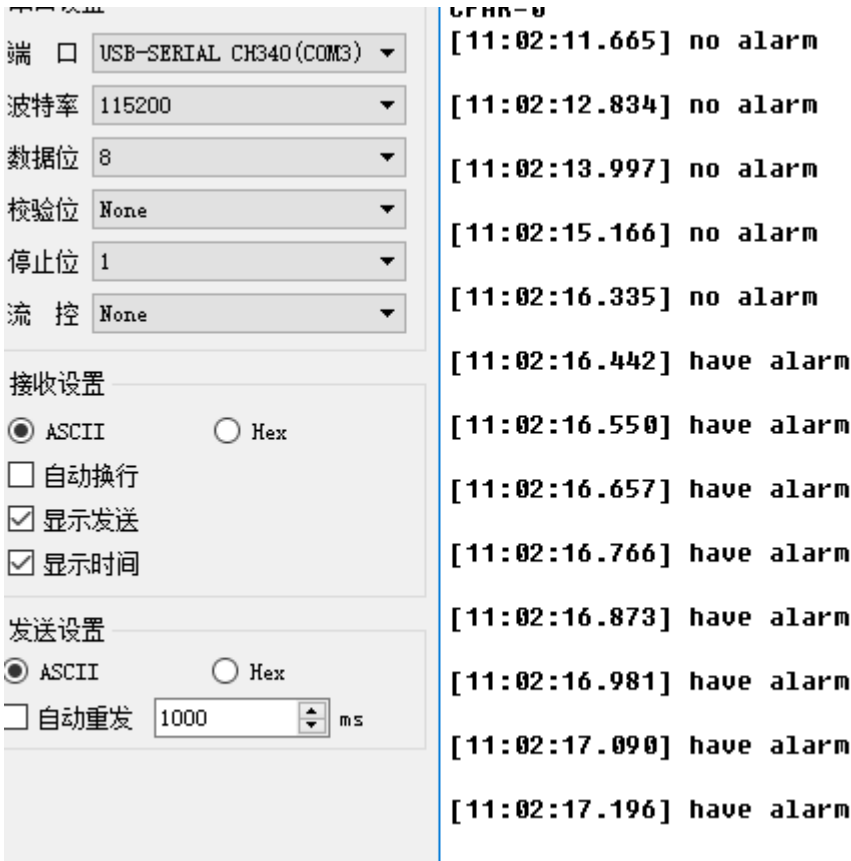

图 4-1 串口调试助手配置
- 3、串口调试助手配置如图 4-1。勾选“ASCII 发送”与“ASCII 显示”，选择波特率为 115200，数据位为 8，停止位为 1，校验位与流控制为“NONE”；